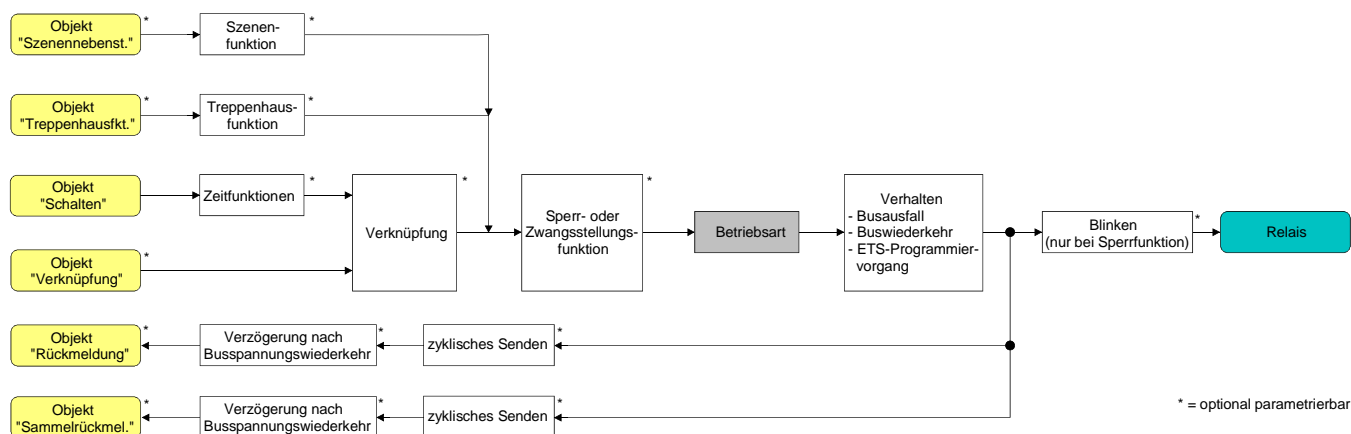

Bild 6: Funktionsschaltbild "Betriebsart"
- i Der logische Schaltzustand ("ein - 1" oder "aus – 0") wird durch das Kommunikationsobjekt "schalten" eingestellt und durch die Funktionen beeinflusst, die optional aktiviert werden können (z. B. Zeit-/Treppenhausfunktionen, Verknüpfungen, Sperr-/Zwangsfunktionen, Szenen – vgl. Bild 6).